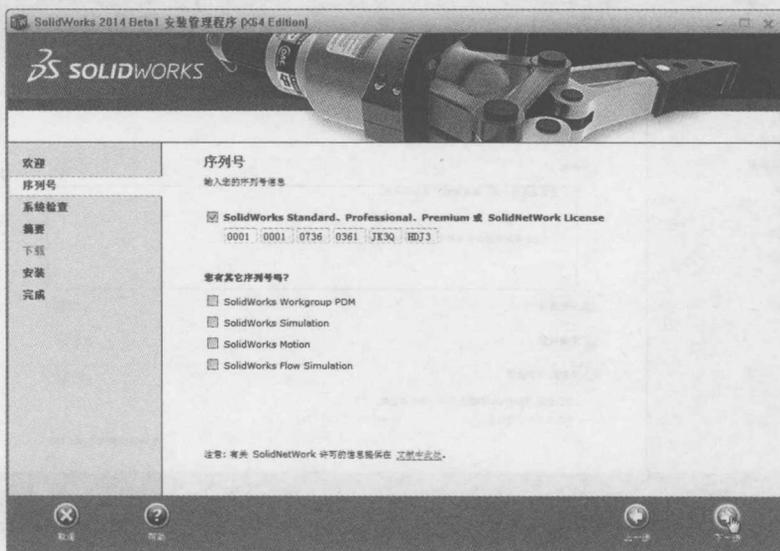
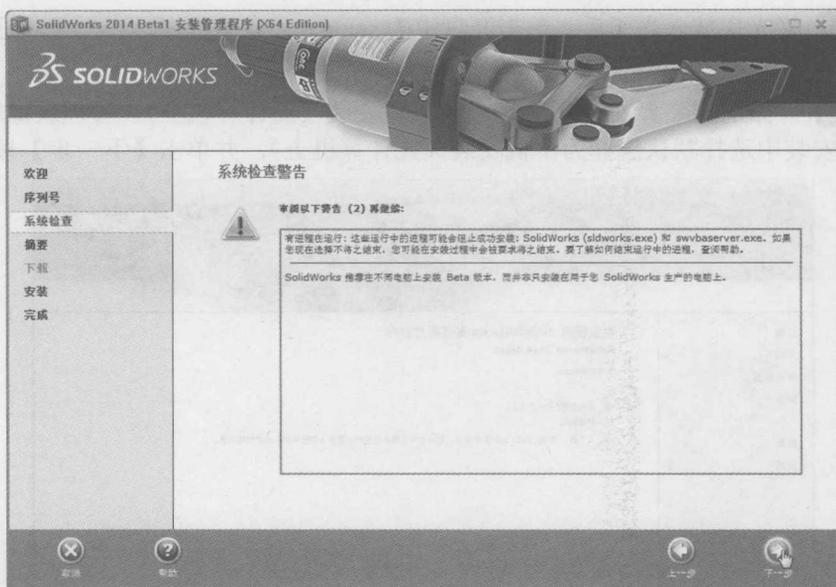

图 1-2 【序列号】对话框
图 1-3 【系统检查警告】对话框
Step 03 弹出【序列号】对话框，如图 1-2 所示。序列号已经由软件输入进去，直接单击【下一步】按钮，弹出【系统检查警告】对话框，如图 1-3 所示，这一步没有实际作用，继续单击【下一步】按钮。